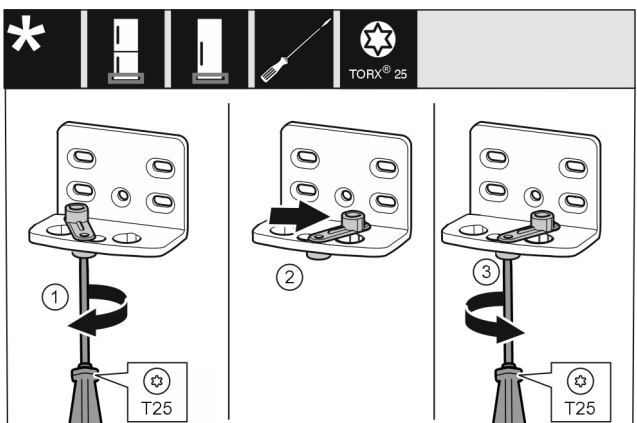

Fig. 11
- ▶ Visser la vis sans serrer avec un tournevis T25. Fig. 11 (1)
- ▶ Soulever le ressort de fermeture et le tourner de 90° à droite dans l'alésage. Fig. 11 (2)
- ▶ Serrer la vis avec un tournevis T25. Fig. 11 (3)